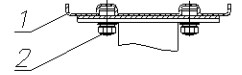
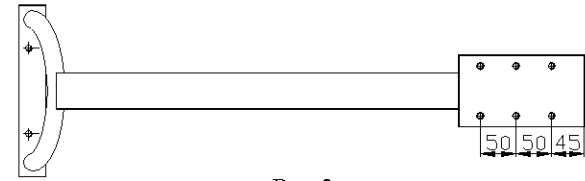
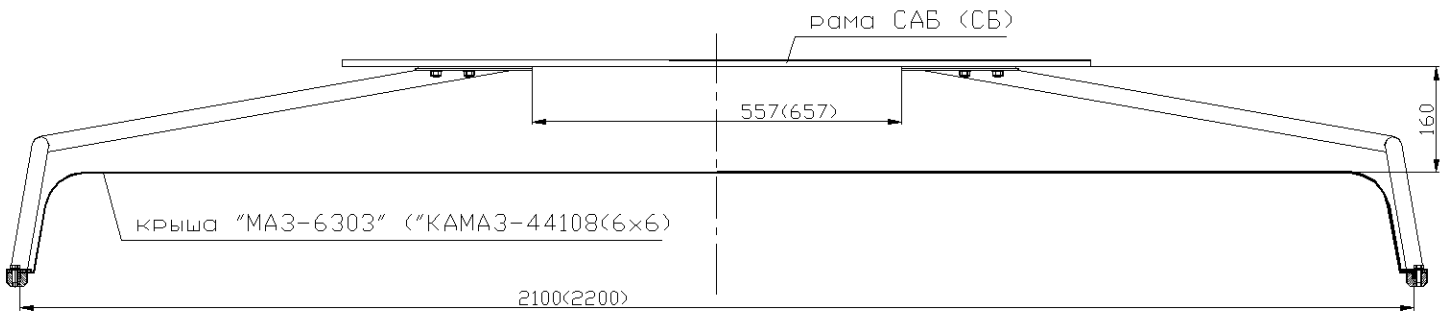

Рис.1.
Рис.2.
Рис.4.
Вставить болты из комплекта КМИ01.000 (2) (рис.1) в пазы рамы (1) САБ (СБ). Для этого на раме предусмотрены выборки под головки болтов. Перемещая по пазам, совместить болты с отверстиями в полках кронштейнов (рис.2), собрать предварительно САБ (СБ) с кронштейнами при помощи болтов, гаек и шайб из КМИ01.000
Кронштейны должны иметь возможность перемещаться по раме САБ (СБ). Размер между полками кронштейнов выставить равным ориентировочно 557 мм - для МАЗ-6303, 657 мм - для КАМАЗ-44108 (рис.4). Установить САБ (СБ) с кронштейнами на автомобиль. Завести зацепы (2) (рис.2) под водосток (5) (по два зацепа с каждой стороны). Совместить отверстия в зацепах (2) и кронштейнах (1), при необходимости свести (или развести) кронштейны. Положение САБ (СБ) должно оставаться симметричным оси автомобиля. Собрать кронштейны с зацепами при помощи винтов(3) и шайб (4). После этого начать затяжку гаек (2, рис.1) поочередно, избегание смещения САБ (СБ) относительно желаемого положения. Момент кручения при затяжке крепежа – 0,5-0,8 кг·м